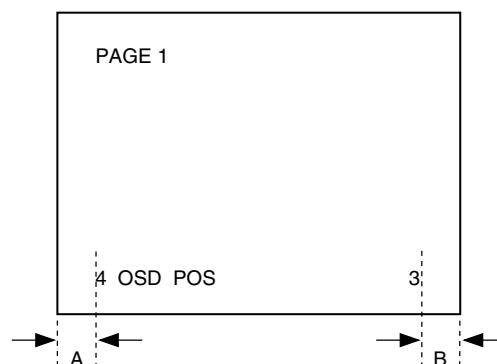

Fig.1-4
- ・治具リモコンの音量キーにて、OSD 表示の両側が同距離になるように調整する。A = B Fig. 1-4